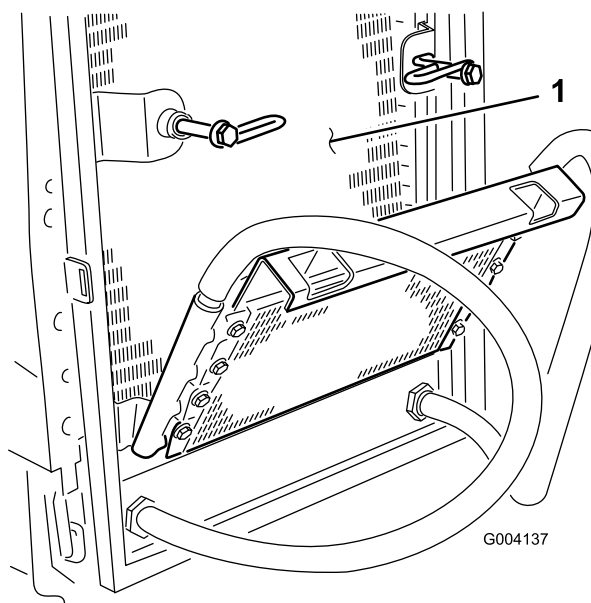

Рисунок 65
6. Тщательно очистите обе стороны маслоохладителя и радиатора (Рисунок 65) сжатым воздухом.